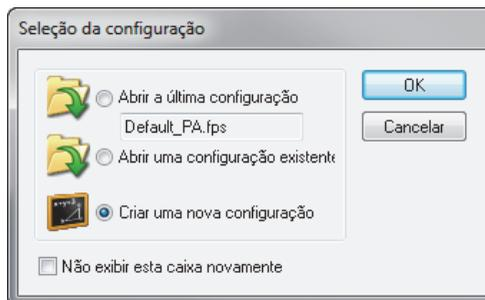

Figura 1-29 Caixa de diálogo Seleção de configuração
7. Na caixa de diálogo **Seleção de configuração** que aparece (Figura 1-29 na página 47), selecione uma das seguintes opções de carregamento de configuração e clique em **OK**.